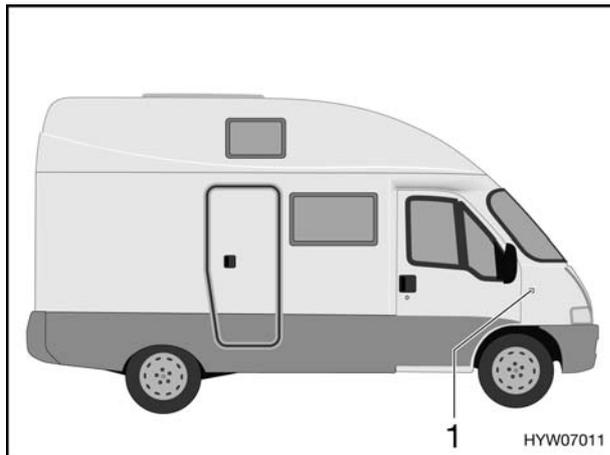

Fig. 88 Luci laterali
**Indicatori di direzione (Fig. 88,1)**